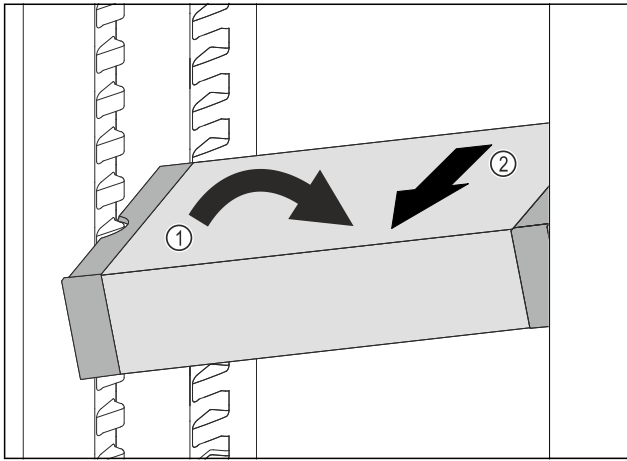

Fig. 97
- ▶ VarioSafe in het koelgedeelte schuin zetten. Fig. 97 (1)
- ▶ VarioSafe naar voren toe verwijderen. Fig. 97 (2)